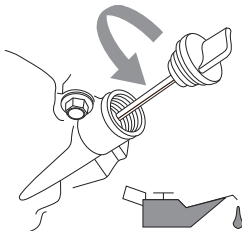

Figura 4-1. Cómo añadir aceite al motor
3. Retire la tapa de llenado de aceite y limpie la varilla de medición. Consulte la Figura 4-1.